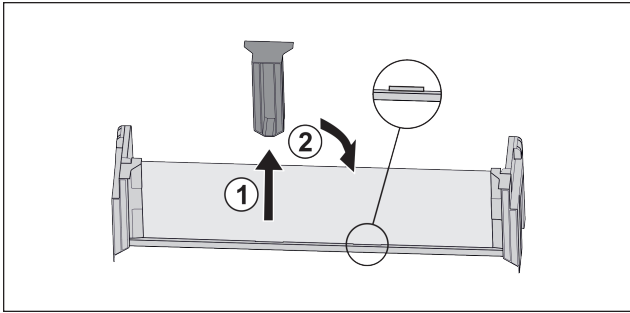

Fig. 54 *
- ▶ Витягнути середню деталь для підтримки Fig. 54 (1).*
- ▶ Вставити середню деталь для підтримки на друге положення Fig. 54 (2).*